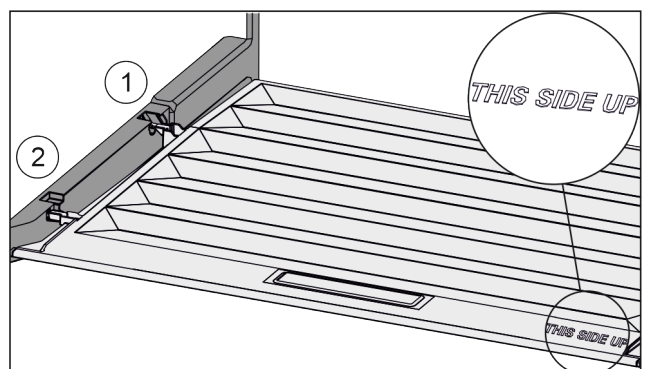

Fig. 132
- ▶ Пъхнете шийките на капака през отвора в задния държач *Fig. 132 (1)* и фиксирайте отпред в държача *Fig. 132 (2)*.